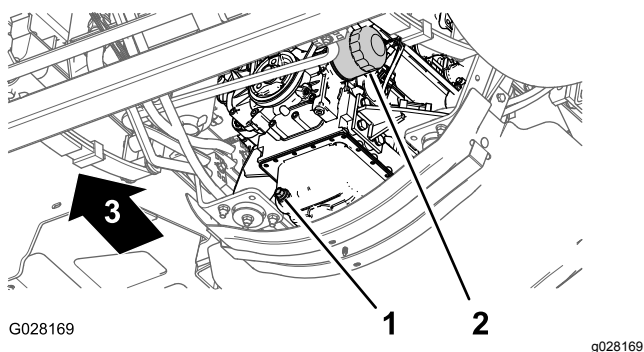

図 51
3. エンジンオイルフィルタの下にオイルを受ける容器をおく(図 51)。
4. 古いオイルフィルタ(図 51)を外す。
8. アダプタにフィルタを取り付け、ガスケットがアダプタに当たるまでフィルタを右に回し、そこから更に 1/2 回転増し締めする(図 51)。
1. ドレンプラグの下に、容量5.6リットル以上の大きさのオイル受け容器をおく(図 51)。
2. ドレンプラグ(図 51)を外して排出されるオイルを回収する。